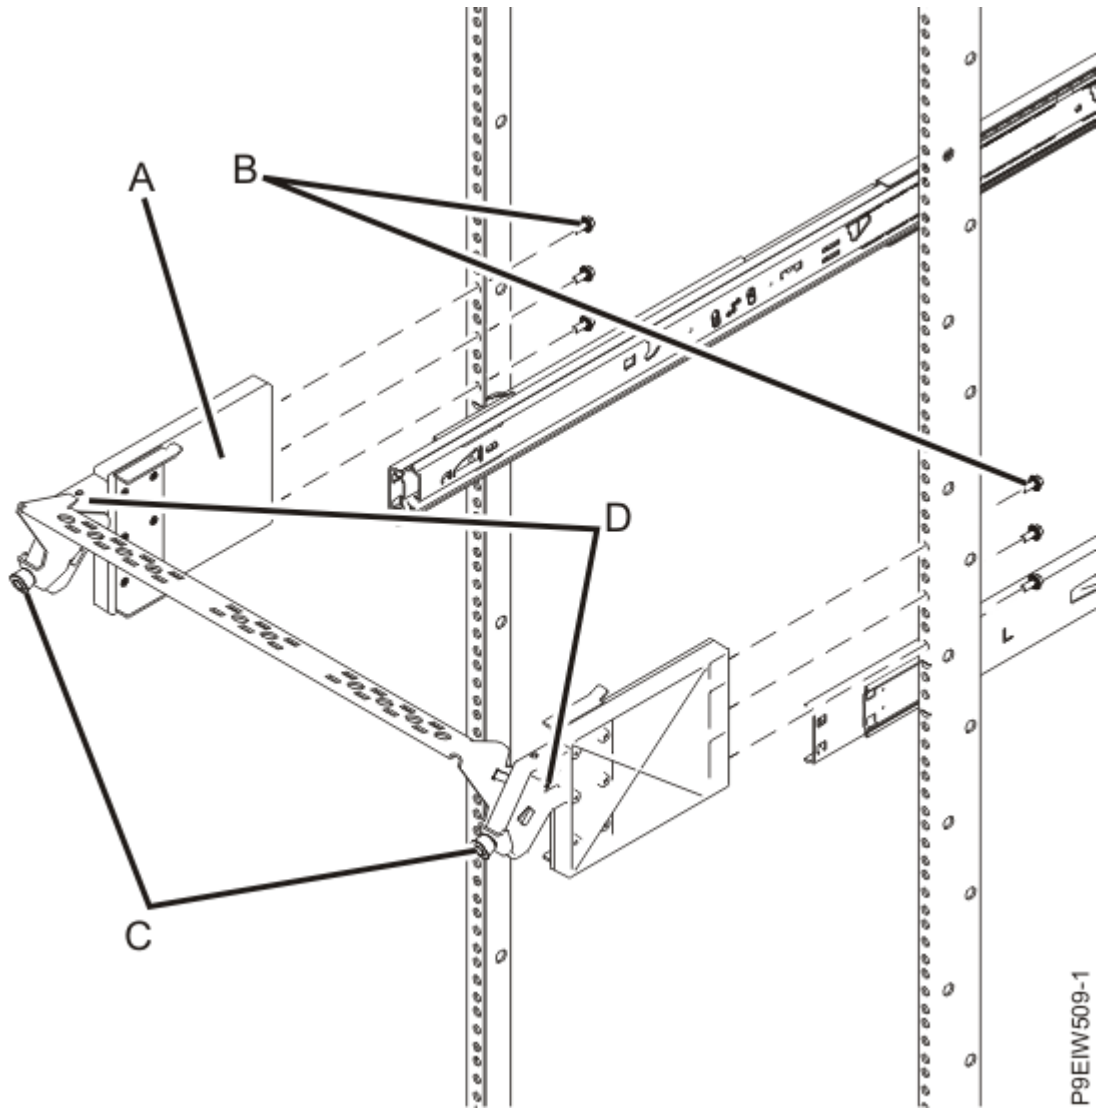

図 2. ラックへのケーブル管理ブラケットへの取り付け
3. 2 本の M3 ねじ **(D)** を使用して、ケーブル管理バーをケーブル管理ブラケットに取り付けてケーブル管理ブラケットをアセンブルします (8 ページの図 2 を参照)。
- b. 8 ページの図 2 に示すように、ラック内部から、3 本のねじ **(B)** をラック・フランジを通してケーブル管理ブラケット **(A)** に取り付けてください。
5. つまみねじ **(C)** を引き、ブラケットを斜めにして、必要に応じてケーブル管理ブラケットを調整します (8 ページの図 2 を参照)。